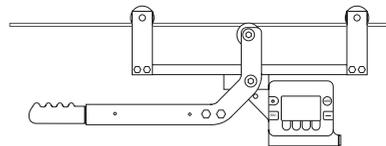

fig. 3.1c
3. Den Hebel betätigen, bis er in aufrechter Position einrastet (fig. 3.1c), um das Messgut auf Zug beanspruchen. Die Zugspannung am Display ablesen.